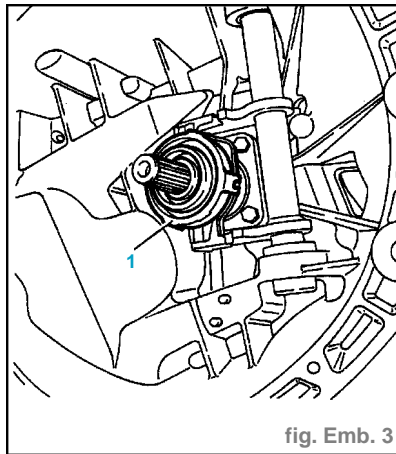

fig. Emb. 3
- Positionner le palier de butée sur l'arbre primaire de la boîte mécanique (fig. Emb. 3).